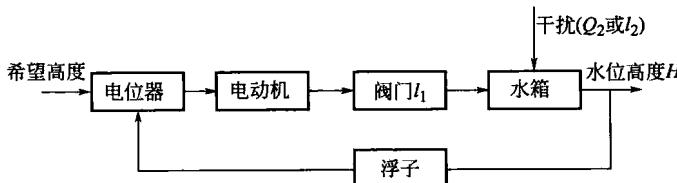

图 1-2 水位高度控制系统原理方框图
(2) 系统的方框图如图 1-2 所示，控制任务是通过浮子控制水箱，保持水箱水位高度 H 不变。被控对象：水箱；被控量：水位高度 H ；干扰量：用水流量 Q_2 。